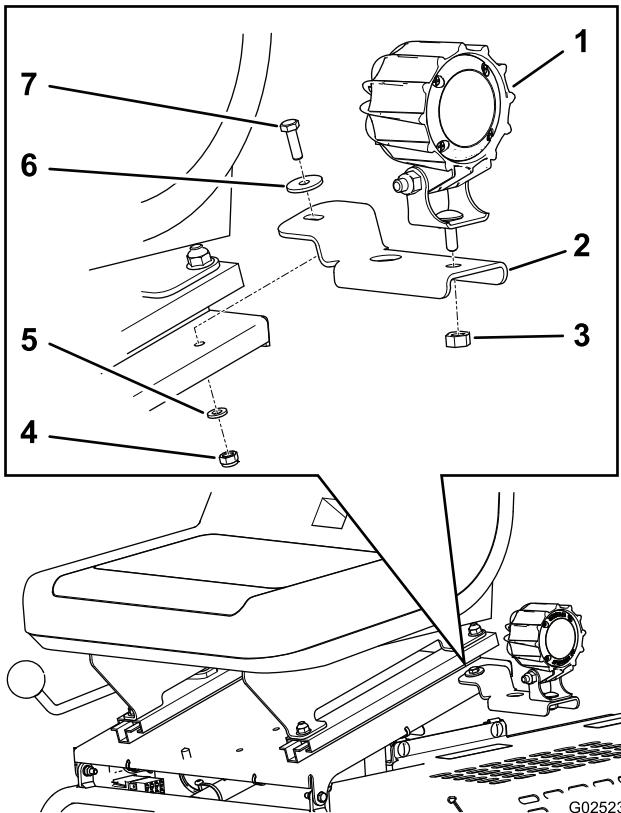

Figura 1
1. Alinee el soporte de montaje de la luz izquierda con el taladro de la esquina trasera izquierda de la base del asiento (Figura 1).
3. Alinee la base de la luz LED de la izquierda con el taladro del soporte de montaje de la luz (Figura 1).
4. Sujete una luz al soporte de montaje apretando la contratuerca (incluida con la luz) según se muestra en Figura 1.